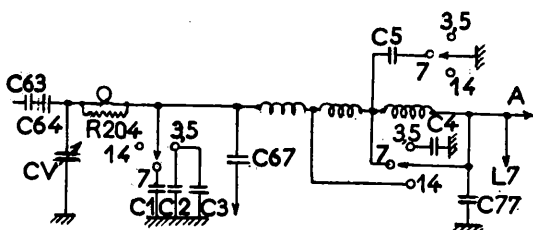

Fig. 4. — C 63, C 64, R 204, CV, C 67, C 77, L 7 : pièces d'origine à leur place.
**L'étage de puissance commuté.** — Le schéma est celui de la figure 4. Pour l'emplacement du commutateur utilisant les mêmes galettes du châssis auxiliaire, nous avons trois possibilités.